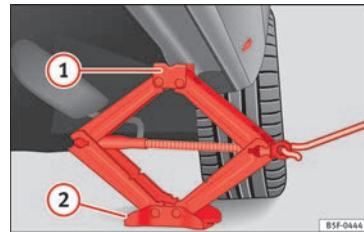

Fig. 76 Larguero: colocación del gato del vehículo.
- Gire el gato*, situado bajo el punto de apoyo del larguero, para elevarlo hasta que la pestaña ① »» **fig. 76** quede situada bajo el alojamiento previsto.
- Alinee el gato* de modo que la pestaña ① “agarre” en el alojamiento previsto del larguero y la placa base móvil ② quede apoyada en el suelo. La placa base ② debe caer en la vertical respecto al punto de apoyo ①.